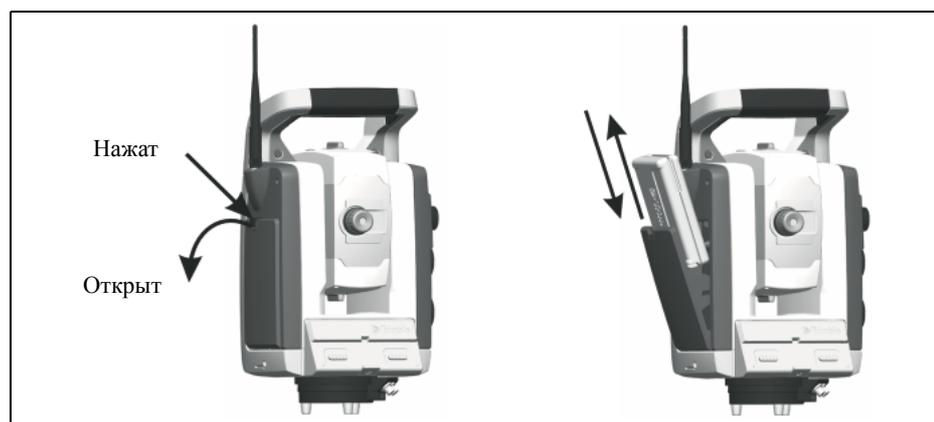
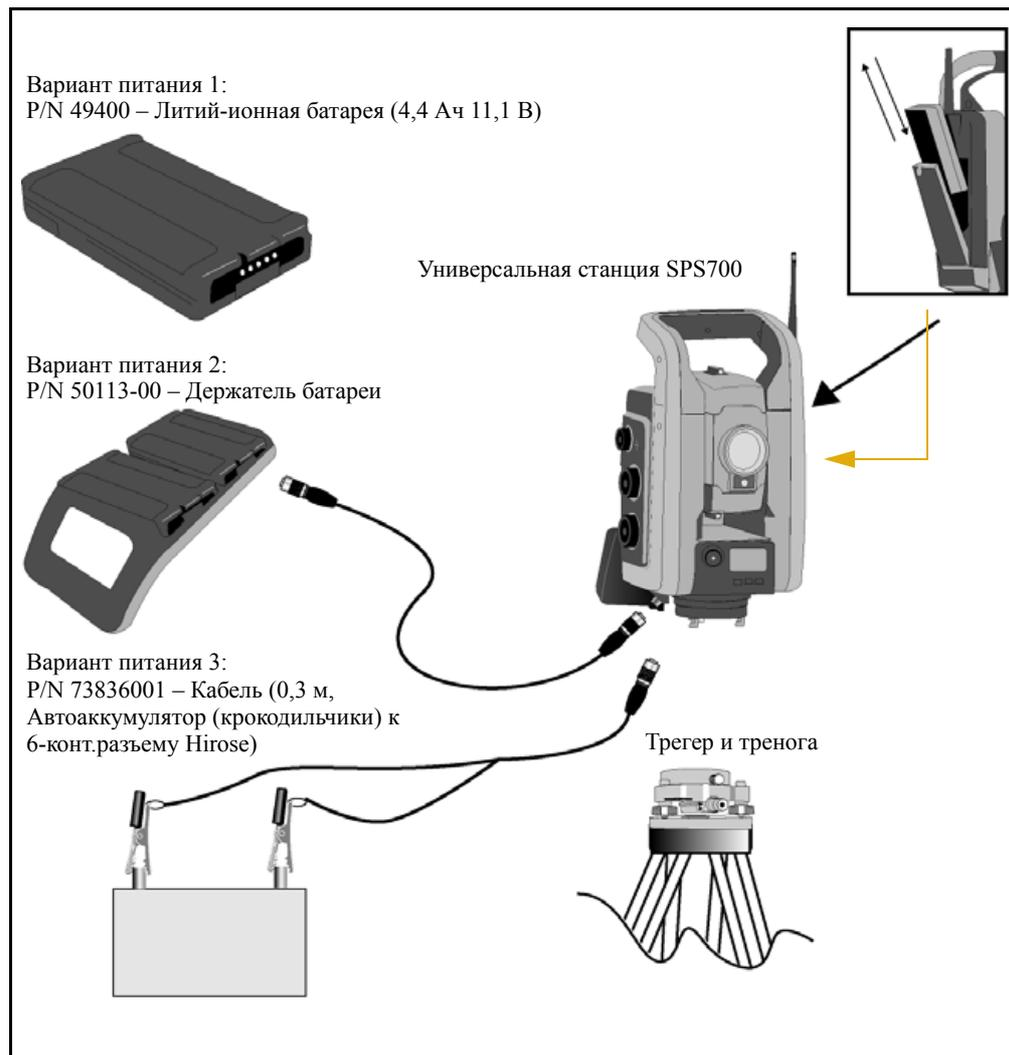

Рисунок 4.2 Извлечение и замена внутренней батареи
Рисунок 4.5 Соединения универсальной станции
- Для коротких работ мы рекомендуем использовать внутреннюю литий-ионную батарею в качестве источника питания системы универсальной станции - см. Рисунок 4.2.
- Для работ, требующих многих часов работы универсальной станции или работы в роботизированном режиме в течение длительного времени, воспользуйтесь многобатарейным адаптером универсальной станции либо автомобильным аккумулятором. Варианты источников питания и соединений см. Рисунок 4.2 по Рисунок 4.4.
Рисунок 4.5 представляет соединения между контроллером CU и универсальной станцией SPS700 с использованием трех разных источников питания. Все соединения внешнего питания к тахеометру подведены через соединитель питания тахеометра, см. Рисунок 4.2 на стр. 29.